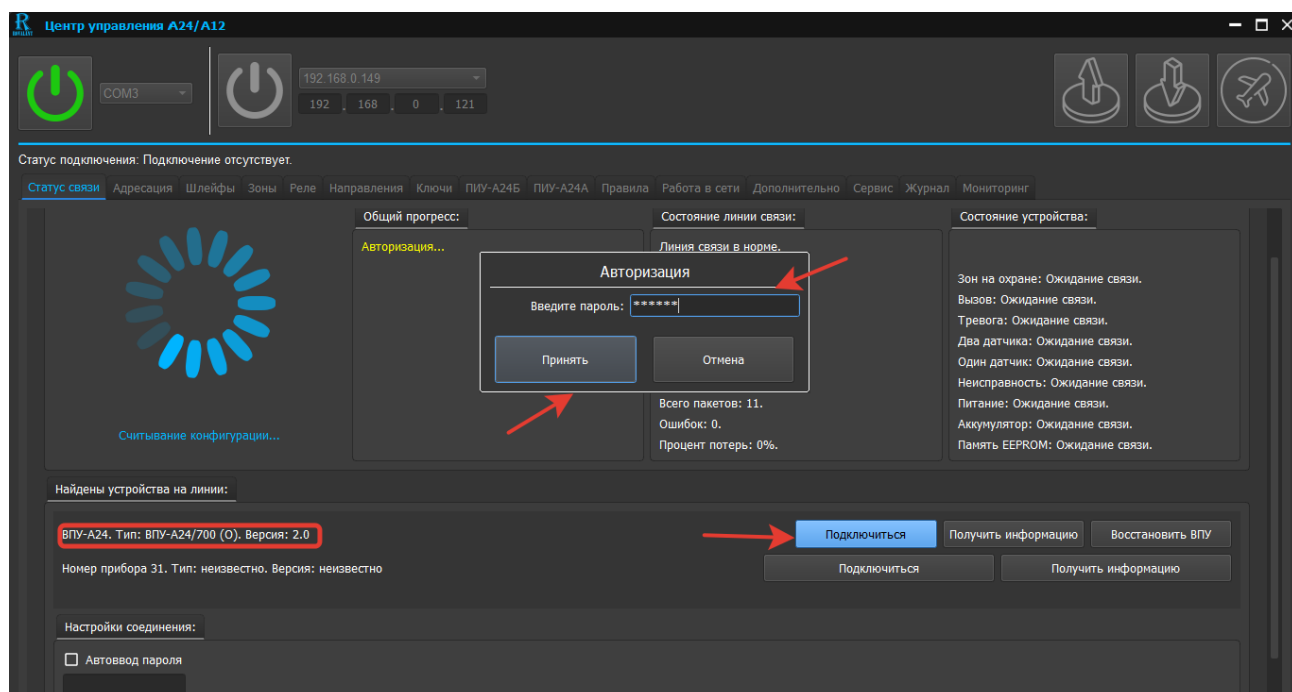

Рис.7. Скриншот окна авторизации программируемой ВПУ-A24/700 (O)
При выборе для программирования ВПУ-A24/700(O) в программном окне появится выпадающее меню «Авторизация», в окне «Найдены устройства на линии» - тип ВПУ-A24/700(O) и версия ее программного обеспечения (см. рисунок 7). Для доступа к функциям программируемой ВПУ-A24/700(O) в меню «Авторизация» необходимо ввести пароль и нажать клавишу «Принять». По умолчанию заводом-изготовителем установлен пароль для доступа к функциям «123456».